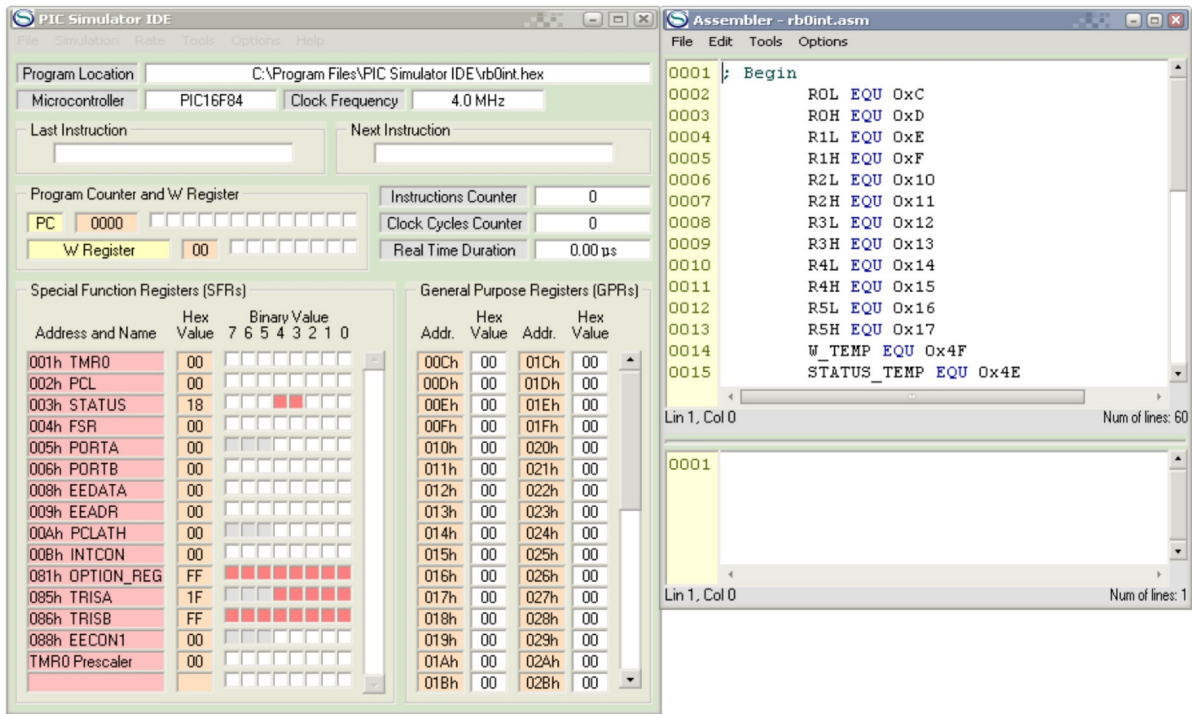

Рис. 4 Завантаження файлу rb0int.asm
3. Після вибору і завантаження файлу (наприклад, rb0int.asm), його текст з'явиться у вікні Assembler (рис. 4).